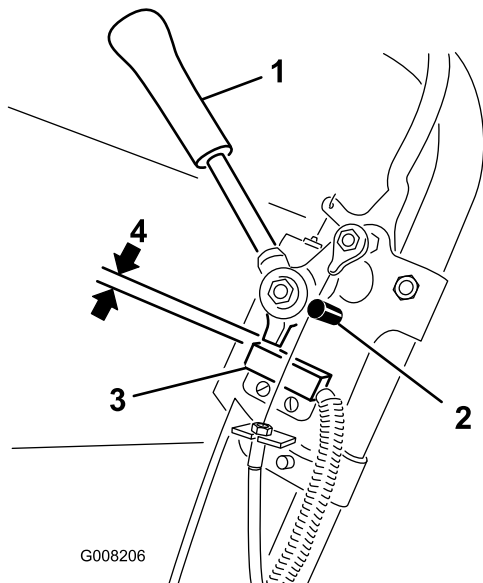

Figure 26
1. Coupez le moteur, désengagez le levier de commande de déplacement et appuyez-le contre la butée de point mort (Figure 26).
2. Desserrez les fixations du contacteur de sécurité (Figure 26).
3. Placez une cale de 0,8 mm entre le levier de commande de déplacement et le contacteur de sécurité (Figure 26).